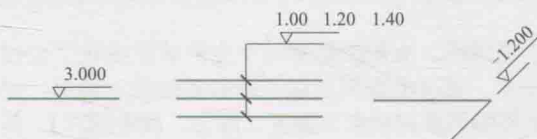
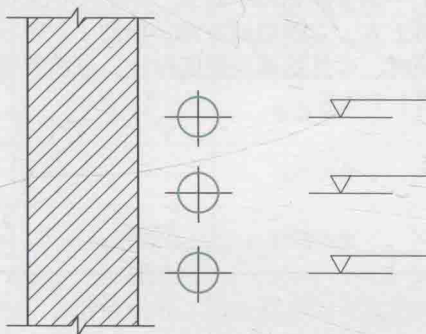

图1-1 平面图与系统图中管道标高的标注
图 1-2 剖面图中管道标高的标注
(2) 标高的表示。标高是标注管道或建筑物高度的一种尺寸形式。标高符号的形式如图1-1所示。标高符号用细实线绘制，三角形的尖端画在标高引出线上，表示标高位置，尖端的指向可向下，也可向上。剖面图中的管道标高按图1-2标注。